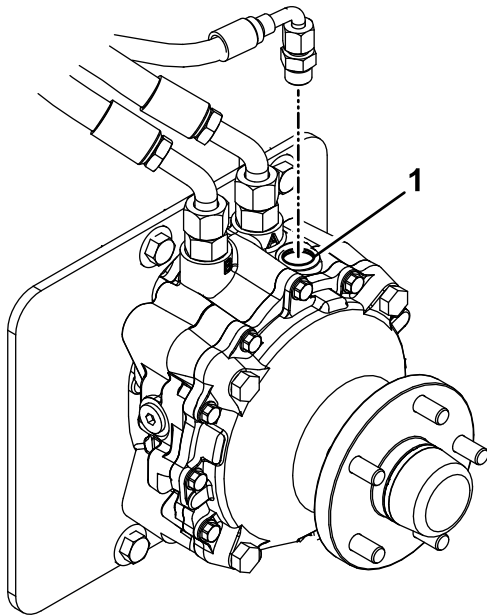

Bild 69
9. Entfernen Sie die Füllschraube an der Oberseite jedes Radmotors (**Bild 69**).